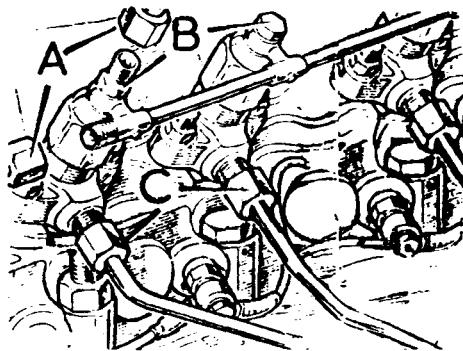

Fig. A3-12 Conexión de las tuberías de rebose y alta presión de los inyectores
- 1.3. Desconectar los racores de los tubos de alta presión, C, (Fig. A3-12) en su unión a los inyectores y a la bomba inyectora, y retirar dichos tubos.
- 1.4. Desconectar los racores, A (Fig.A3-12) de las tuberías de rebose, y aflojar los racores, B.